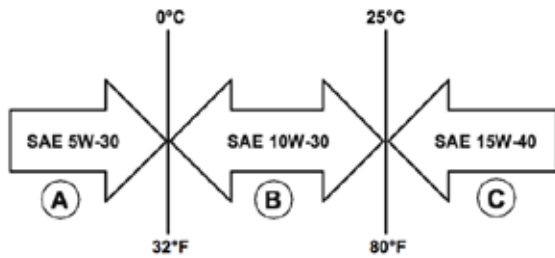

Figura 12: Aceite recomendado
1. Utilice únicamente el aceite del motor especificado en la Figura 12.
7. Seleccione el aceite de motor adecuado como se especifica en Figura 12.